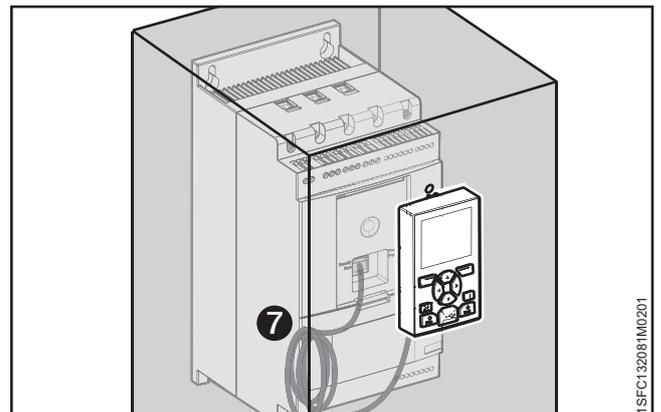

Abbildung 4.12
5. Stellen Sie sicher, dass das Netzwerkkabel ordnungsgemäß mit den beiden Anschlüssen verbunden ist. Verhindern Sie, dass das übrige Kabel in die Tür eingeklemmt wird. Siehe **7** in **Abbildung 4.12**. Schließen Sie die Tür des Schaltschrankes und stellen Sie den Schalter für die Betriebsspannung auf EIN. Stellen Sie sicher, dass das externe Display funktioniert.